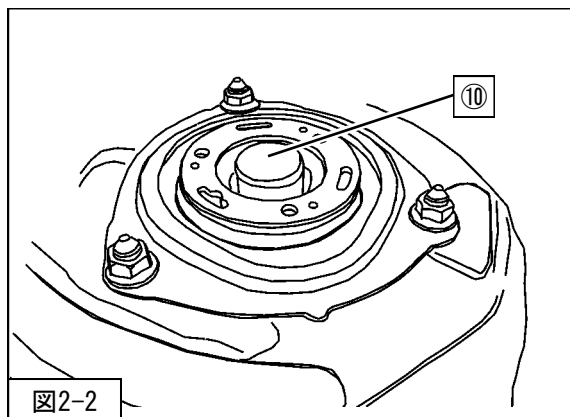

図2-2
4. ⑩ダストカバーを取付けてください。(図2-2)
5. ⑨フロントサスペンションASSYロア取付ボルト・ナット